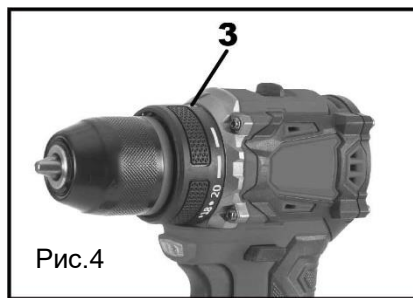

Рис.4
Для выбора режима сверления поверните кольцо (3) в положение  ; (Рис.4)